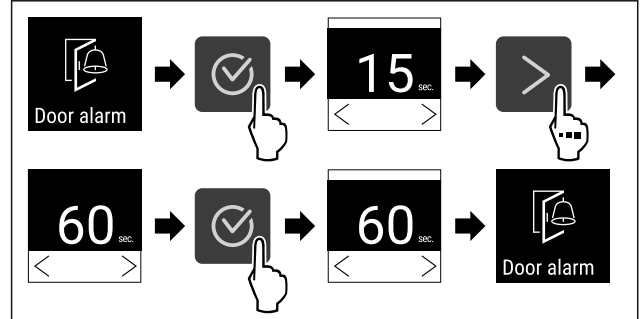

Fig. 95
- ▶ Végezze el a gyakorlati lépéseket (lásd Fig. 95).